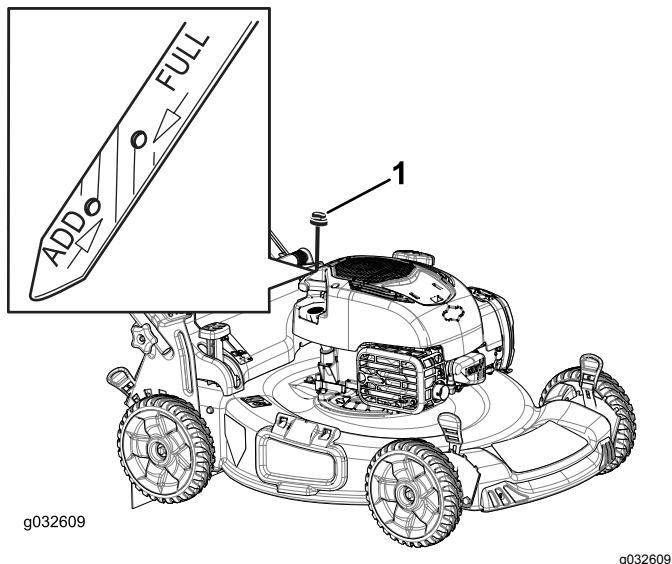

Рисунок 34
- Извлеките масломерный щуп (Рисунок 34).
- Определите уровень масла по отметкам на щупе (Рисунок 34).